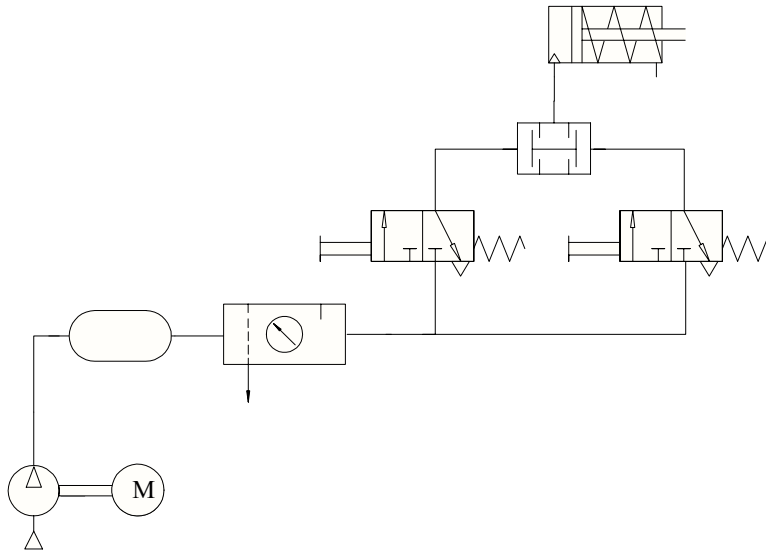

Figura 8.1. La válvula Y, como elemento de seguridad.
1. Construir el circuito neumático, que se muestra en la figura 8.1.